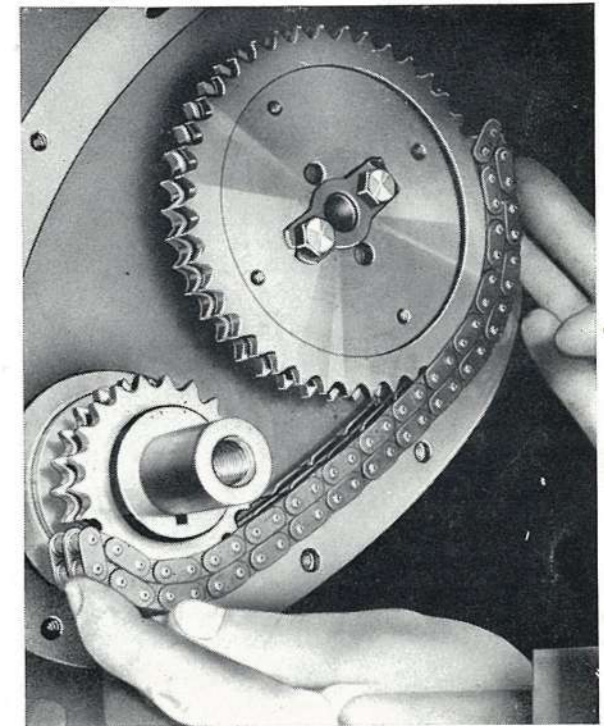

FIG. 18
7. Déterminer la position de montage du pignon sur l'arbre à cames. Pour ce faire, présenter la chaîne de distribution comme il est indiqué à la figure 18, en l'engageant de 4 dents au moins sur le pignon de commande.